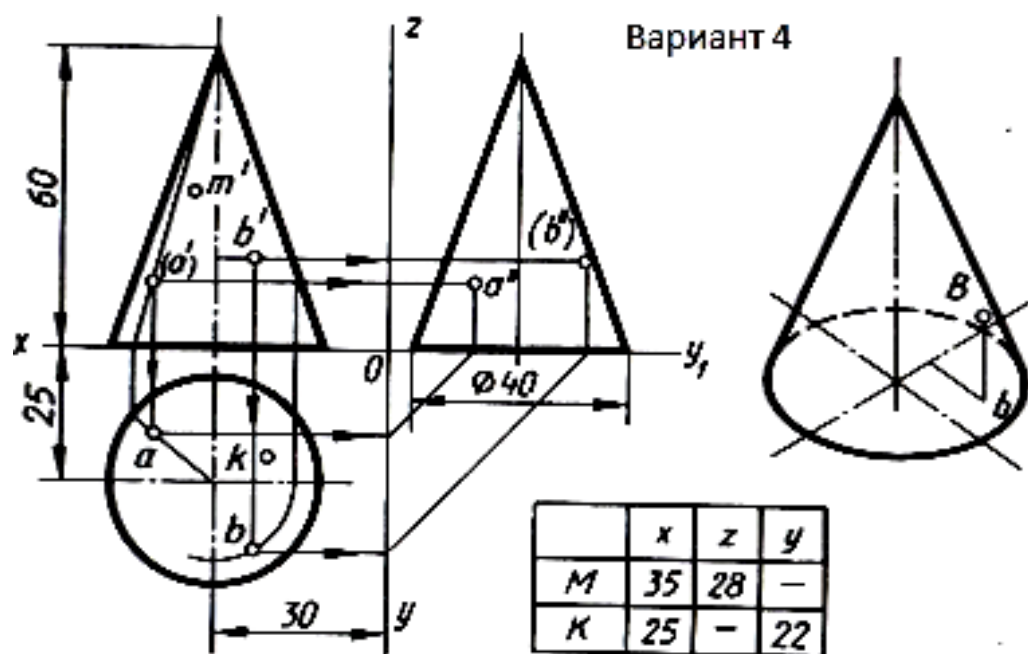

Рис.1 Пример выполнения практической работы 4
**Порядок выполнения.** Ознакомиться с содержанием чертежа к теме (рисунок 1). Прочитать «Правила выполнения чертежей». Изучить методические указания к данной теме и приступить к выполнению графической работы на листе чертежной бумаги формата А4 карандашом.